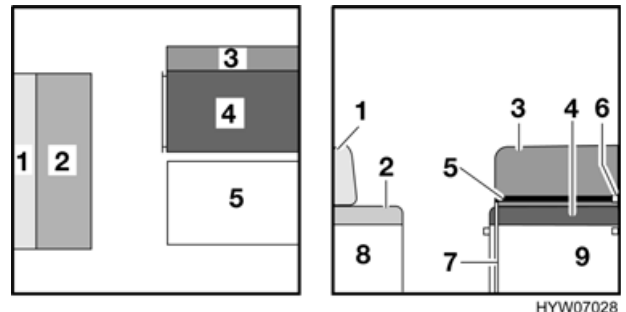

Bild 55 Vor dem Umbau
- Das Rückenpolster (Bild 55,1) der Längssitzbank abnehmen und beiseite legen.
- Die Tischplatte (Bild 55,5) vorne leicht anheben.
- Die Arretierung am Tischfuß (Bild 55,7) lösen und Tischfuß an die Tischunterseite klappen.
- Die Tischplatte um ca. 45° anheben und aus der oberen Halteschiene (Bild 55,6) heben.